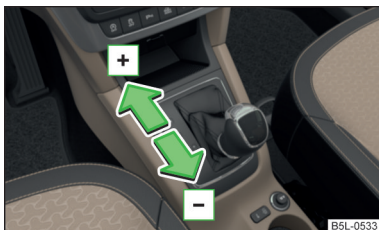

Fig. 129
► Pentru **cuplarea într-o treaptă de viteză superioară**, acționați maneta selectorului de viteze spre înainte » fig. 129.
► Pentru **cuplarea într-o treaptă de viteze inferioară**, acționați maneta selectorului de viteze spre înapoi » fig. 129.